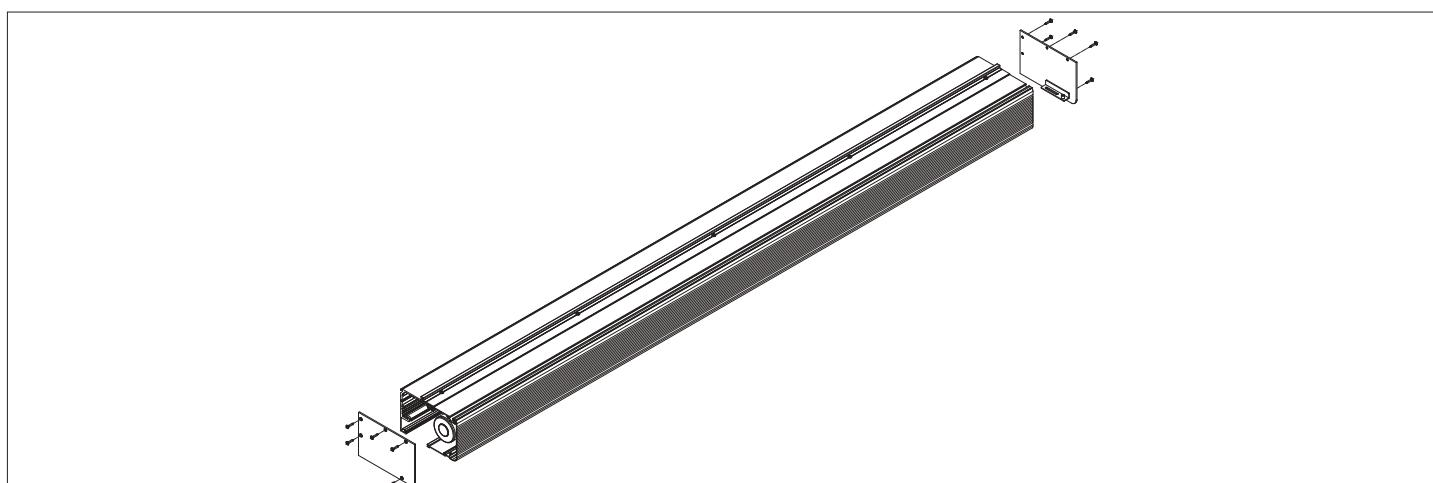

Рис. 4
- По окончании монтажа деталей установите крышку привода и боковые крышки для окончательной сборки. Для обслуживания привода предусмотрена фиксация крышки привода в открытом положении под углом 135° (рис. 4).